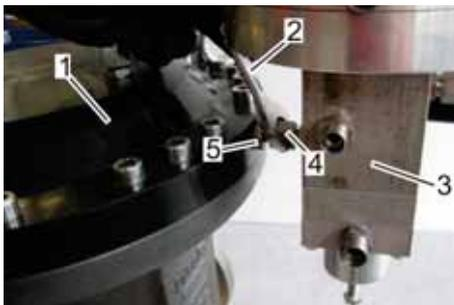

Abb. 11: Eingangsdruckleitung befestigen
2. ➔ Das Gerät (Abb. 11/3) mit dem Eingangsdruckstutzen (unter der Überwurfmutter (Abb. 11/4)) auf den Stutzen des Stellgeräts (Abb. 11/5) aufsetzen.
3. ➔ Die Überwurfmutter (Abb. 11/4) des Eingangsdruckstutzens am Stellgerät (Abb. 11/5) auf den Stutzen des Geräts (Abb. 11/3) aufdrehen.
4. ➔ Die Überwurfmutter (Abb. 11/4) mit einem Gabelschlüssel SW 19 (Abb. 11/2) festdrehen und das Gerät in der senkrechten Position halten. Dabei den Stutzen am Stellgerät (Abb. 11/5) mit einem 2. Gabelschlüssel SW 19 gegenhalten.